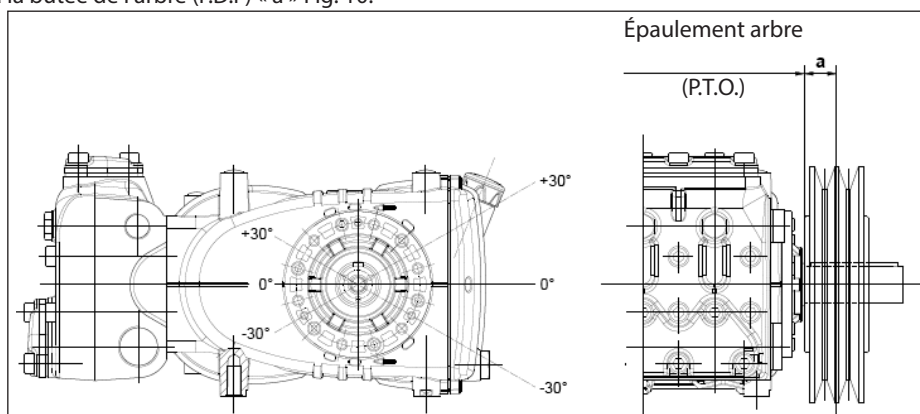

Fig. 10
La charge radiale sur l'arbre ne doit pas être supérieure à 7500 N (valeur nécessaire pour la définition du plan). La transmission est considérée appropriée si cette charge est appliquée à une distance maximum **a=40 mm** de l'épaulement de l'arbre (prise de force) comme le montre Fig. 10.
- b) Utiliser des courroies à haut rendement - par exemple **XPB** au lieu de **SPB** - car il sera nécessaire d'avoir une quantité inférieure de courroies égales à la puissance transmise et par conséquent une distance inférieure de la résultante par rapport à la butée de l'arbre (P.D.F) « a » Fig. 10.